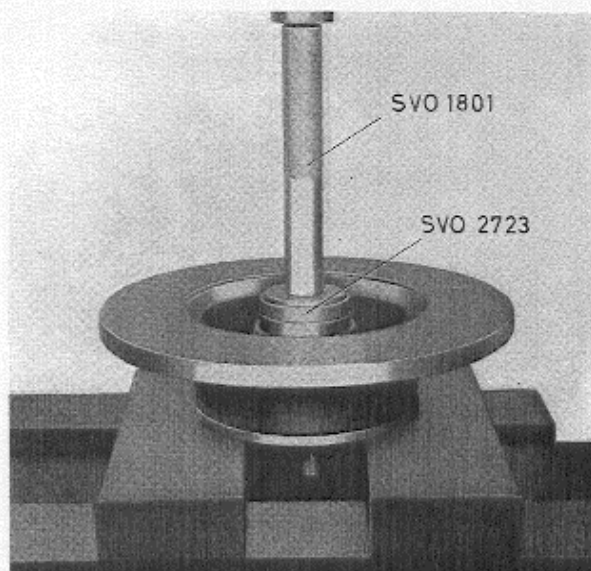
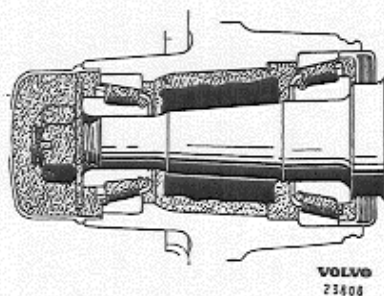

Fig. 7-20. Montage van de vetkeerring
Fig. 7-21. Smering van de voorwiellagers
8. Vul het lager met behulp van een druksmeerinrichting. Pers, indien er geen aanwezig is, de lagers met de hand zo vol mogelijk met vet als er ruimte is tussen de rollenkooi en de cone van het lager. Smeer ook vet aan de buitenkant van de lagers en aan de cups die in de naaf geperst zitten. De ruimte in de naaf moet rondom met vet opgevuld worden, tot dit gelijk met de kleinste diameter van de buitenste cup staat, zie Fig. 7-21. Gebruik een eerste klas lagervet voor de lagers. Breng het binnenlager op zijn plaats in de naaf. Pers er de vetkeerring in met SVO 2723 en standaard handel SVO 1801, zie Fig. 7-20.